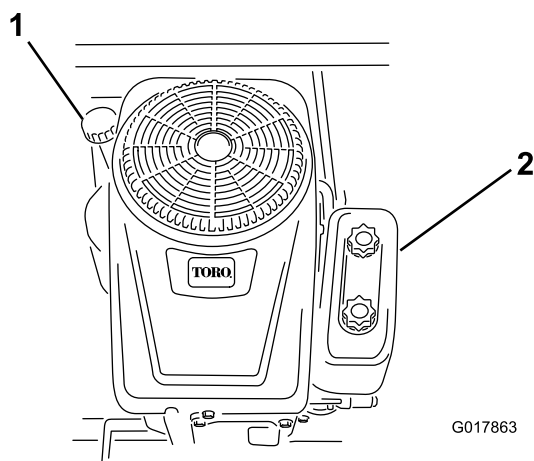

Figura 30
4. Pulite attorno all'asta di livello (Figura 30) in modo che la morchia non possa penetrare nel foro di rifornimento e danneggiare il motore.
6. Versate lentamente circa l'80% della quantità indicata d'olio nel foro di rifornimento (Figura 30). Controllate il livello dell'olio; vedere la procedura Controllo del livello dell'olio.